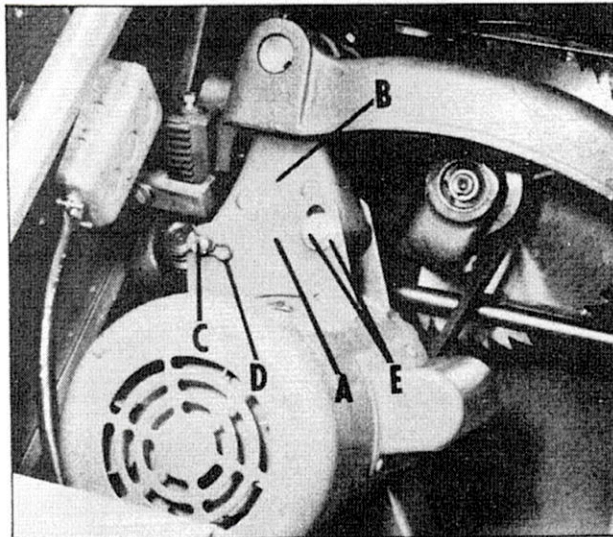
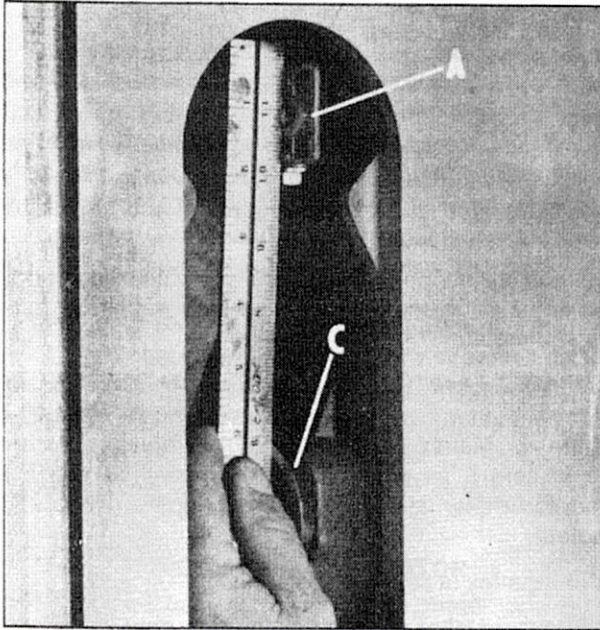

Fig. 4
Fig. 9
4. Lower the motor onto the cabinet so that the ears (A) of the motor, straddle the motor bracket (B), as shown in Fig. 4. The ideal position for the motor
4. Déposez le moteur à l'intérieur du banc en passant ses pattes de fixation (A) de chaque côté du support (B) comme l'illustre la figure 4. La meilleure
5. Insert the motor pivot pin (C) through the ears (A) of the motor and the hole in the motor bracket (B) as shown in Fig. 4. Place the cotter pin (D) in place as shown and tilt the saw arbor to the highest position, which brings the motor to a convenient position for inserting the rear cotter pin.
5. Passez l'axe (C) dans les pattes de fixation (A) et dans le support du moteur (B) comme le montre la figure 4. Mettez la goupille (D) et amenez l'arbre de la scie à sa position la plus haute de façon à pouvoir enfilez aisément l'autre goupille derrière le moteur.
8. Une fois la tension réglée, vissez à fond la vis à tête hexagonale munie d'une rondelle (E), comme le montre la figure 4.
2. A l'aide d'une règle, alignez les extrémités supérieure et inférieure du support (A) avec le flasque de l'arbre de la scie (C) (voir fig. 9), puis serrez à fond les deux vis de fixation du support.
3. Au moyen de la vis et de la rondelle prévues pour sa fixation, installez la plaque de montage du diviseur (D) sur le support (A), comme l'illustre la
screw and washer (E) as shown in Fig. 4, and tighten.
2. Using a straight edge, align the top and bottom of the bracket (A) to the saw arbor flange (C), as shown in Fig. 9. Then tighten the two screws that fasten the bracket to the inside of the saw carriage.